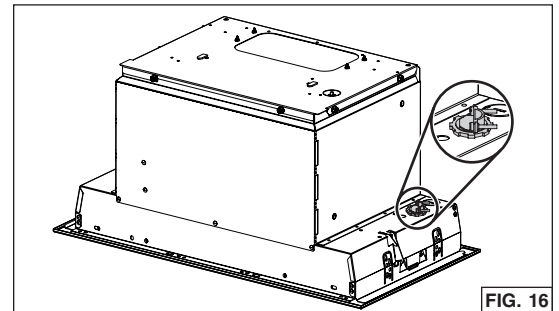

FIG. 16
4. Perfore **uno** de los dos orificios punzonados. Instale una abrazadera de cables de un diámetro de 7/8 pulg. (no incluida, en gris en FIG. 16).